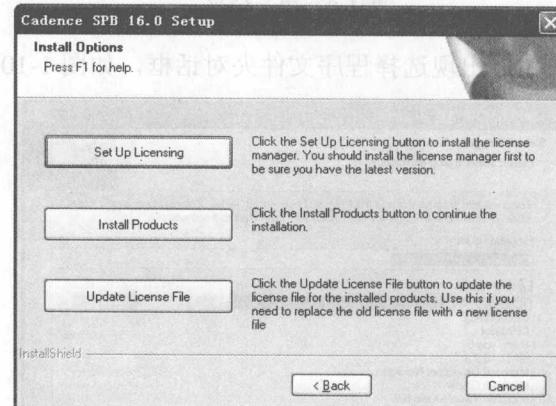

图1-7 【Install Options】窗口
(3) 选择“*I accept the terms of the license agreement*”选项，单击 **Next >** 按钮，出现【Install Options】窗口，如图 1-7 所示。